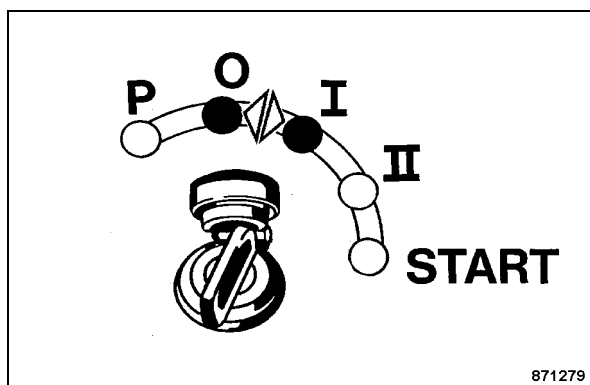

Fig. 83
- Couper puis remettre le contact (Fig. 83).